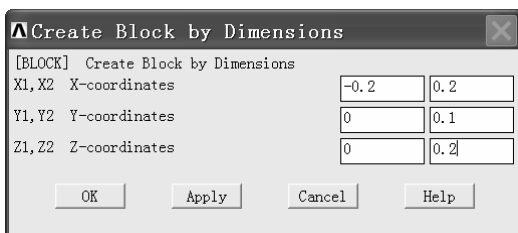
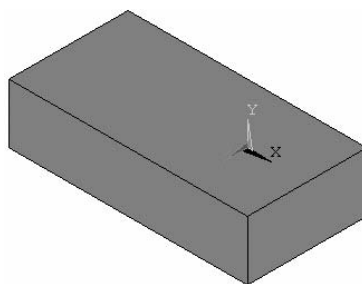

图 2-106 “Create Block by Dimensions” 窗口
图 2-107 生成一个方块
(2) 依次选择 Main Menu>Preprocessor>Modeling>Create>Volumes>Block>By Dimensions, 弹出“Create Block by Dimensions”窗口（见图 2-106）。在“X1, X2 X-coordinates”后的两个方框中分别输入“-0.2”、“0.2”，在“Y1, Y2 Y-coordinates”后的两个方框中分别输入“0”、“0.1”，在“Z1, Z2 Z-coordinates”后的两个方框中分别输入“0”、“0.2”，单击“OK”按钮，生成一个方块（见图 2-107）。